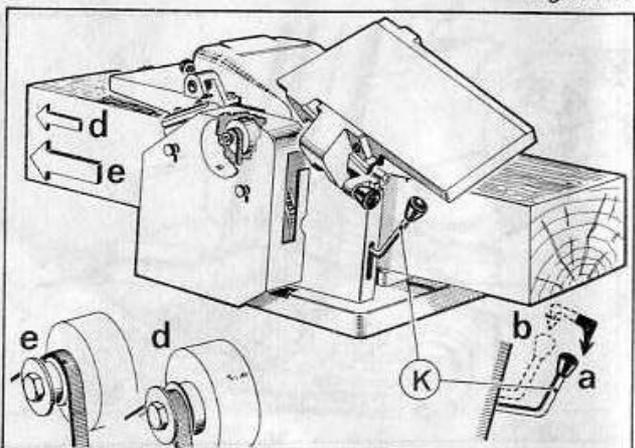

Figure 20
- b) débrayer à l'aide du levier K (a - fig. 20)
- c) relever le volet du carter-protecteur et mettre la courroie sur la poulie appropriée (voir fig. 20) c'est-à-dire sur :
- d) embrayer à nouveau (b - fig. 20).